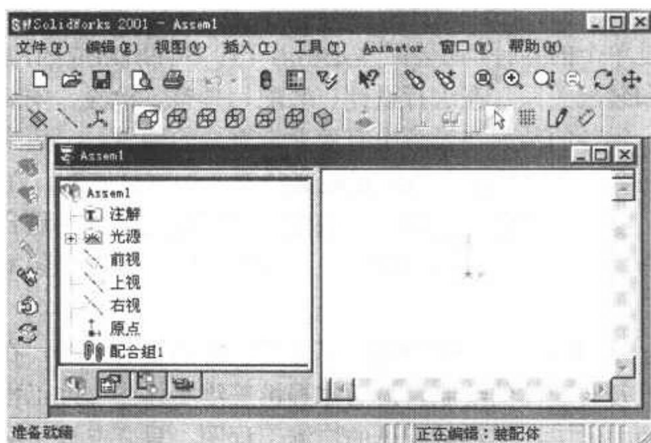

图 1-2 装配体编辑窗口
(2) 在模板内选择“装配体”图标，单击“确定”，进入装配体制作界面（如图 1-2 所示）。
- 装配体制作界面与零件的制作界面基本相同，主要的区别在于图 1-2 中在特征管理器中出现一个配合组，在工具栏中出现装配体工具栏。